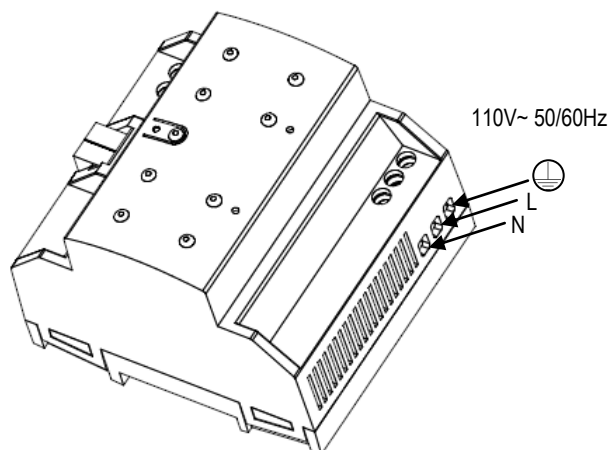

Figura 2: Instalación y conexión ZPS640MPA110
- La alimentación principal debe conectarse a los terminales L, N y tierra de acuerdo con el esquema de la figura 2.